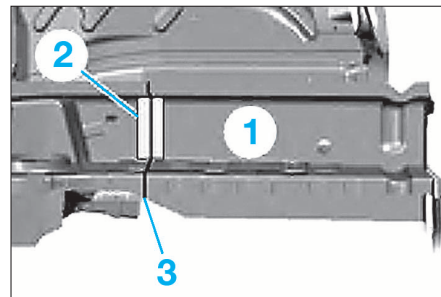

FIG. 35
- Ajuster la pièce neuve (1) (Fig.35) à l'aide d'un gabarit ou d'un support universel.
- Confectionner un raidisseur (2) d'env. 30 mm de longueur et le souder à l'intérieur du longeron.
- Mettre en place la partie intérieure de longeron neuf et la souder au raidisseur (3) par l'intérieur du longeron.